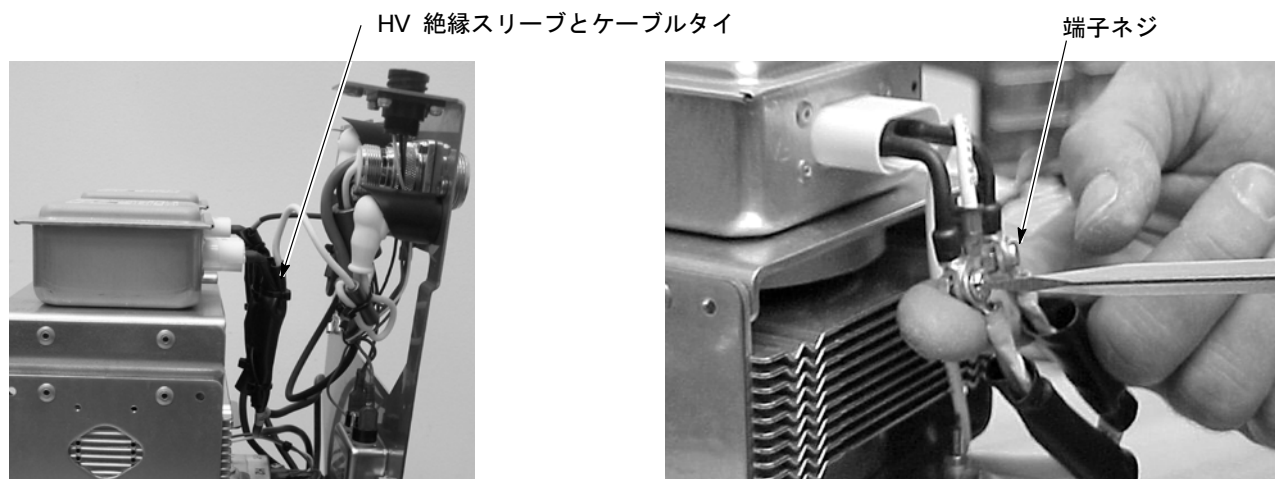

図 6-18 マグネトロンの取外し
2. 図6-18を参照。黒色HV絶縁スリーブをHVケーブルに固定している、4つのタイをカットします。スリーブを下げ降ろして、2個のリング付き端子接続を露出させます。
13. 図6-18を参照。ステップ3で取外したボルトを、X2二次ケーブルのマグネトロン F ピグテール端子への接続に使用します。フェライト付きX1二次ケーブルと20 AWG HVケーブルをFA ピグテール端子へ接続します。